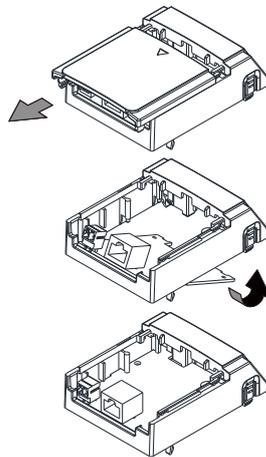

图 8-15
2. 组装配件卡：以滑动的方式将配件卡安装盒上盖从配件卡安装盒上取下，将配件卡的端子台及接头朝上，将配件卡前缘固定在卡槽后以旋转安装的方式组装配件卡，如图 8-15 所示。